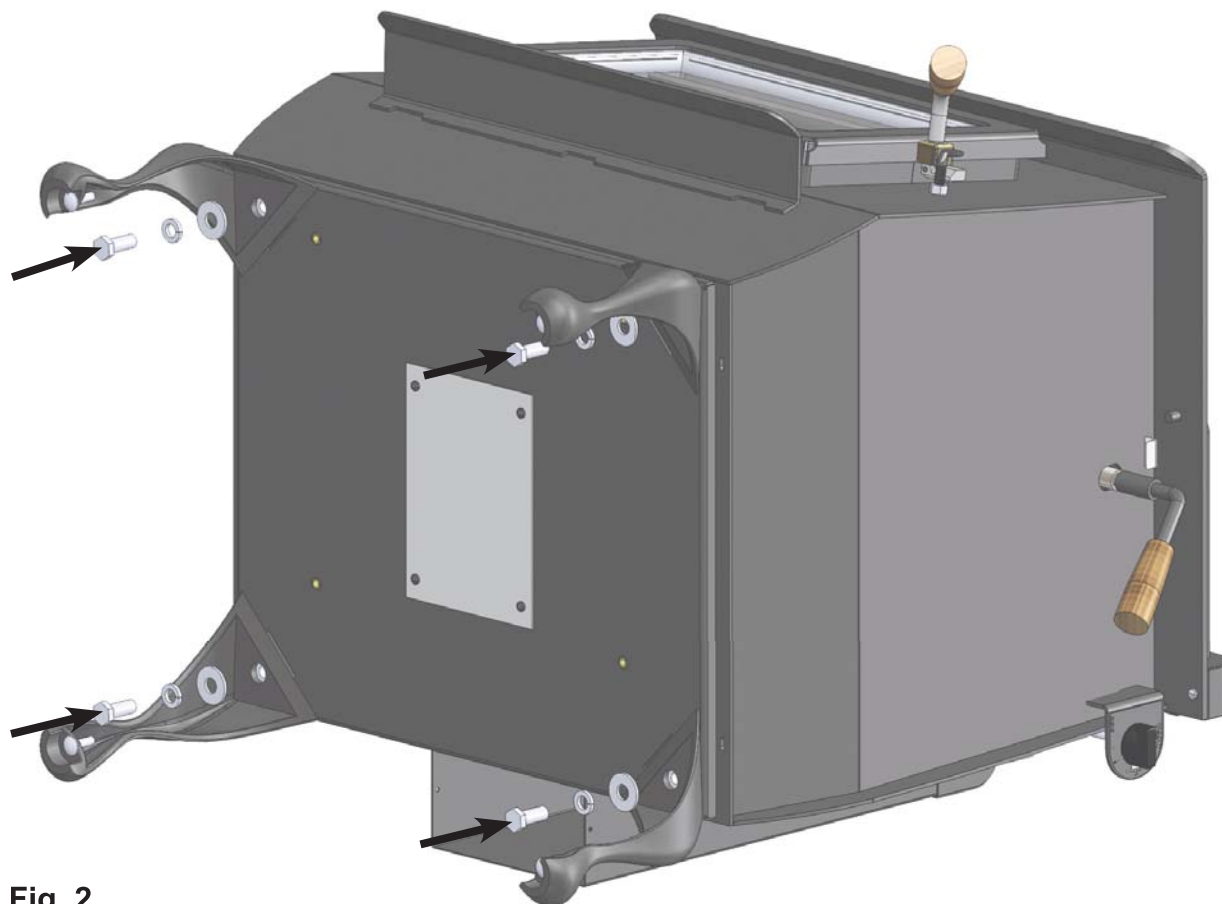

Fig. 2
3. Placer chaque pied correctement et bien fixé au poêle en utilisant les boulons 1/2" retirés précédemment ainsi que les rondelles et rondelles de sûreté fournies (washers, lock washers). (voir **Fig. 2**)